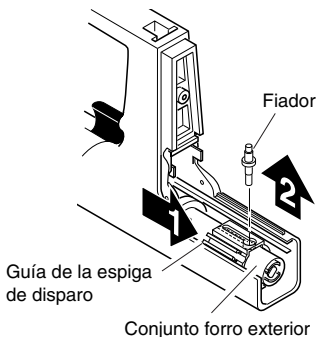

Figura 8 - Retiro del fiador
2. Hale el fiador hacia fuera de los orificios alineados (vea la Figura 8).